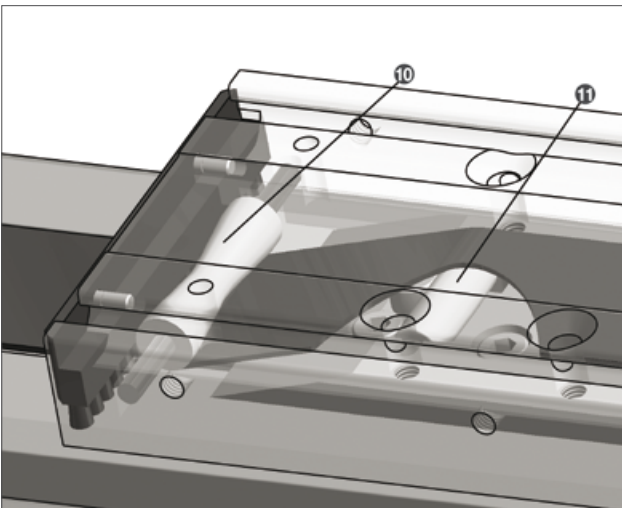

Bild 4.16 — Abdeckbandumlenkung
4. Bandführungsrolle **10** im Schlittenteil und Andruckrolle in der Tischplatte **11** auf Leichtgängigkeit und Verschleiß überprüfen und gegebenenfalls reinigen oder tauschen (Bild 4.16). Bei verschleißbedingtem Austausch des Abdeckbandes empfehlen wir immer auch den Austausch der Bahnführungs- und Andruckrollen (Verschleißteilsets siehe Kapitel 4.10).